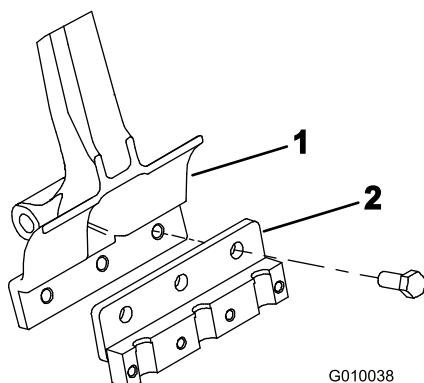

Bild 22
2. Befestigen Sie einen Stachelhalter mit drei Schrauben (1/2 x 1-1/4 Zoll) an jedem Stachelarm (Bild 22). Ziehen Sie sie auf 101,6 Nm an.